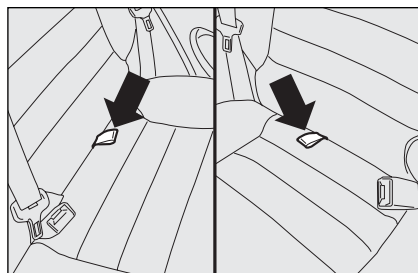

fig. 96
- ☐ tirando de la manilla ubicada en el centro del cojín **fig. 96**, incline el cojín de-seado;